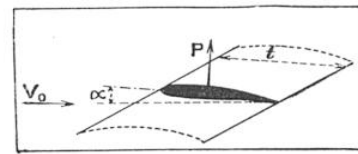

FIG. 5. — INCIDENCE ET PORTANCE D'UNE AILE DANS UN COURANT UNIFORME
Considérons d'abord le cas le plus simple, celui où on peut assimiler l'aile à un cylindre indéfini, dont la section droite présente le profil, terminé par une arête vive, tel que le montre la figure 5. Dans ce cas, la portance P , c'est-à-dire la composante verticale de la force exercée sur l'aile, est proportionnelle à l'angle d'attaque (désigné sur cette figure par α) (1), ainsi qu'à d'autres facteurs, le carré de la vitesse V_0 , la corde